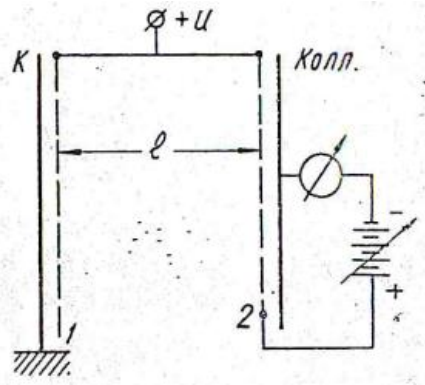

Рис. 1.
6. Для исследования упругих соударений электронов с молекулами газа изготовлен прибор, изображенный на рис. 1 ($l = 1,0 \text{ см}$, $U = 18 \text{ В}$). Газ - гелий, давление его $p = 1,2 \text{ мм рт. ст.}$. Какое число упругих соударений испытает электрон на пути от сетки 1 до сетки 2?